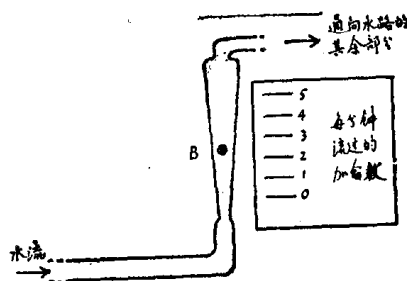

图 32-7 转子流量计——一种用于流体的流量计
- 6) 图 32-7 所示是一种简单形式的流量计,用来测量液体的流量率,它以加仑/分为单位。水沿竖直的圆锥形管子,向上流经一个玻璃的或金属的小球 B, B 略